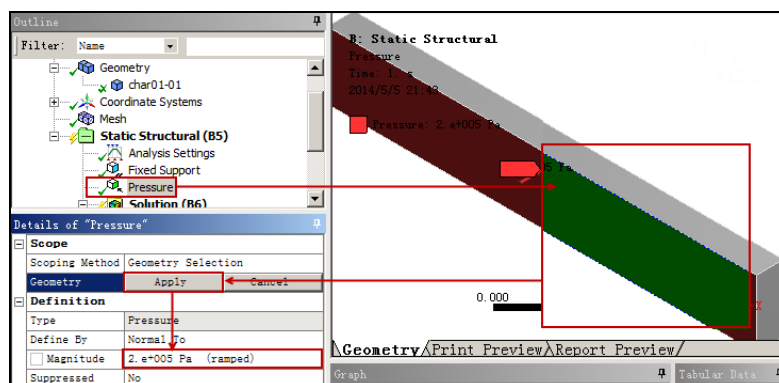

图 1-44 添加面载荷
**步骤 05** 同步骤 (3), 选中 Pressure 选项, 选择需要施加压力的面, 单击 Details of “Pressure” (参数列表) 中 Geometry 选项下的 **Apply** 按钮, 同时在 Magnitude 选项下设置压力为  $2.e+005\text{Pa}$  的面载荷, 如图 1-44 所示。